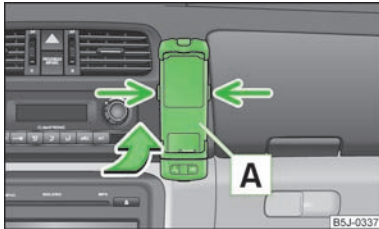

Abb. 87
- Zuerst den Adapter **A** in Pfeilrichtung » Abb. 87 bis zum Anschlag in die Halterung schieben. Den Adapter dann leicht nach unten drücken, bis dieser sicher einrastet.
- Gleichzeitig die seitlichen Verriegelungen der Halterung » Abb. 87 drücken und den Adapter mit dem Telefon herausnehmen.